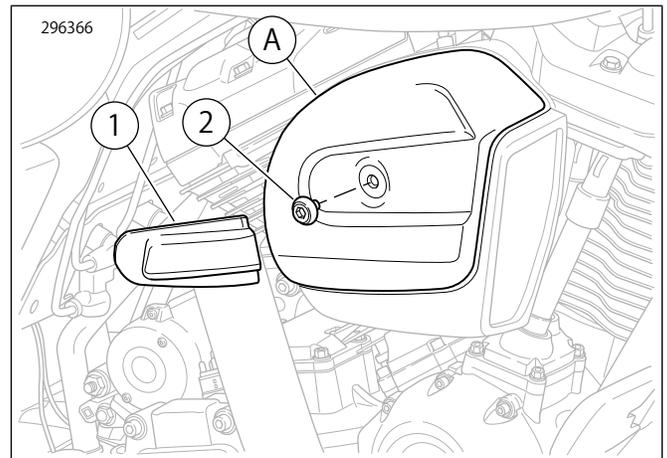

図1。Screamin' Eagle Air Cleaner Medallion (Screamin' Eagle エアクリーナーメダリオン)
「図1」および「表1」を参照してください。
- 「図1」および「表1」を参照してください。エアクリーナーカバー(A)を取り外します。